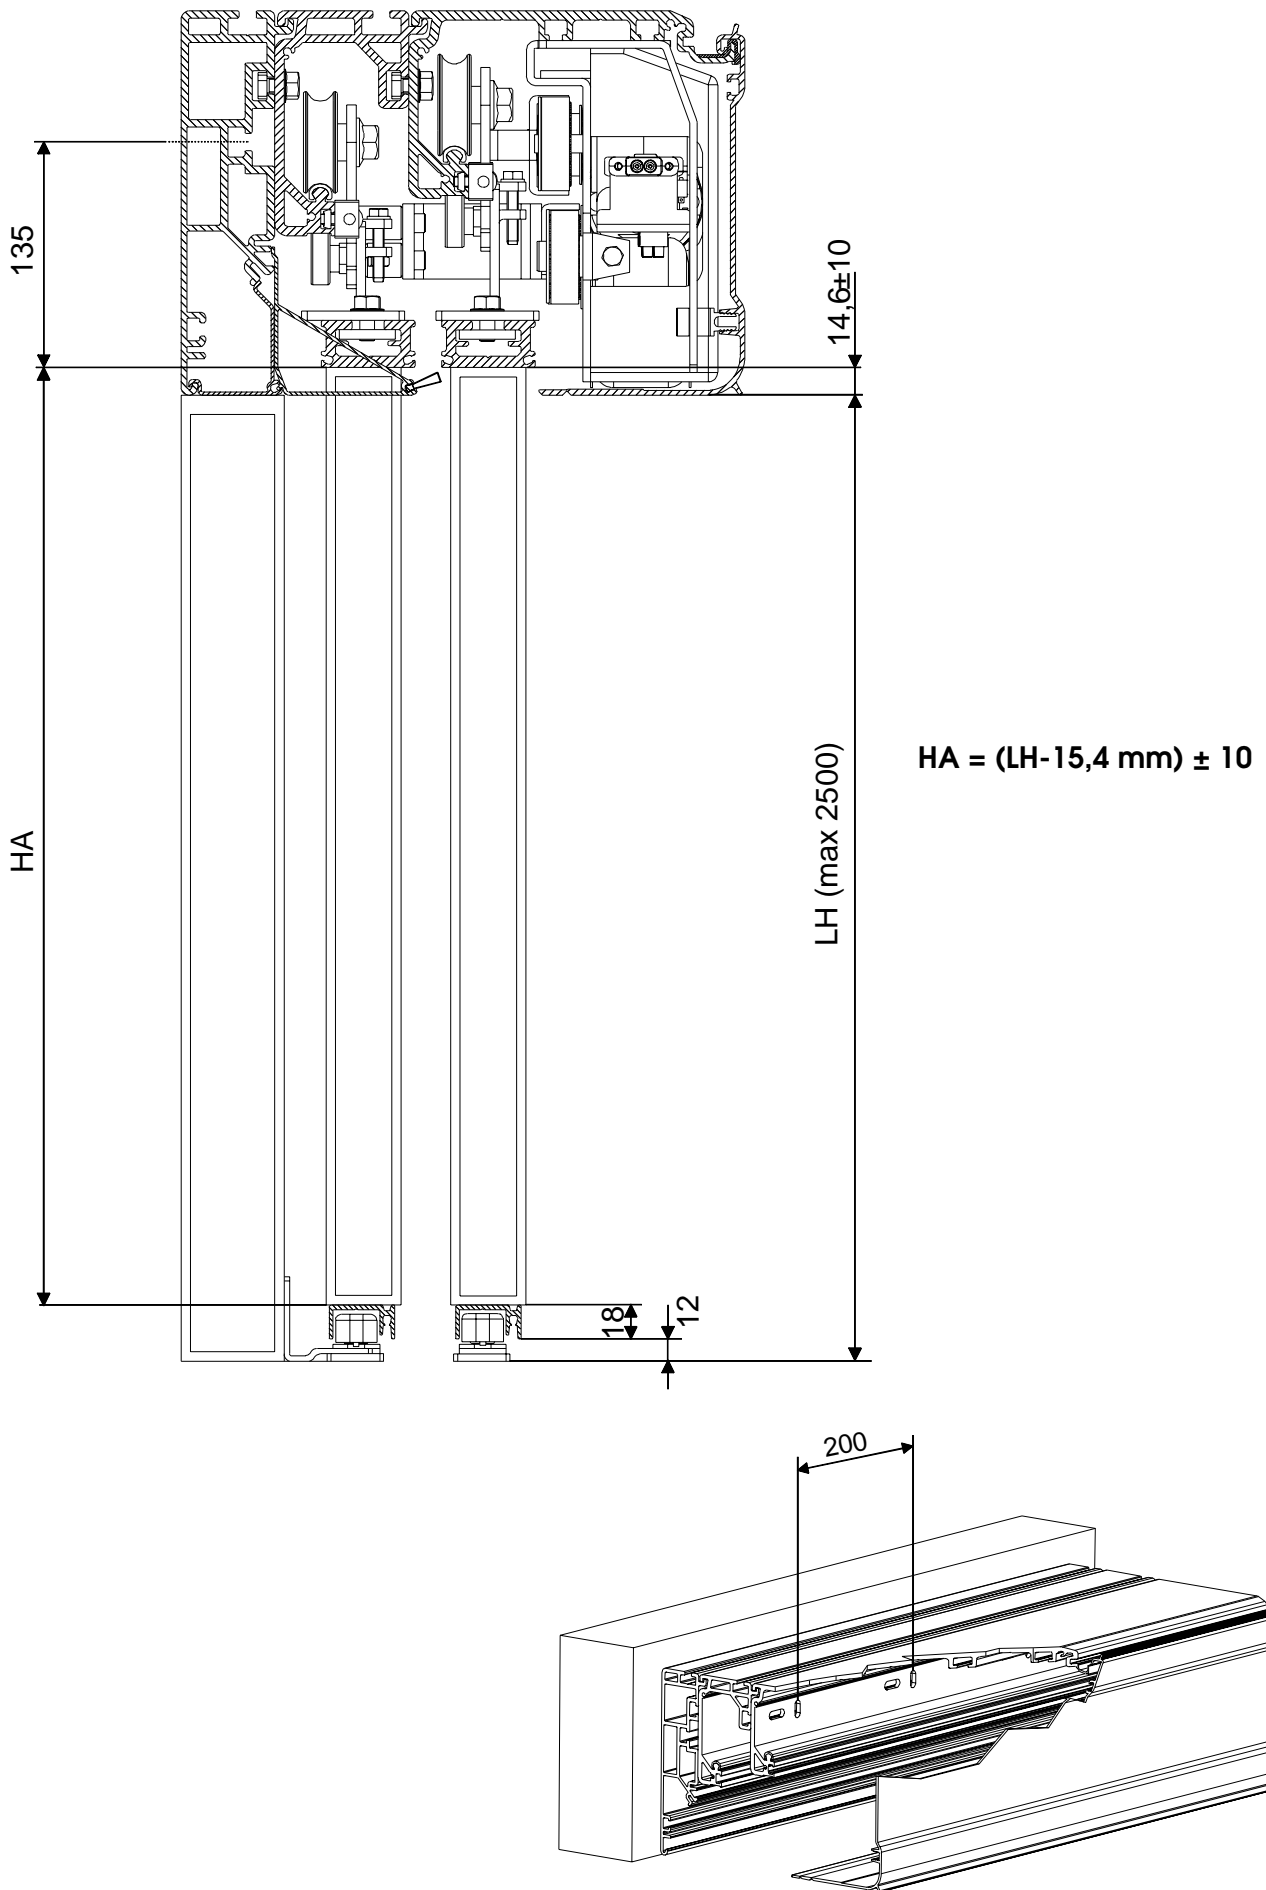

Fig. 8
•Stabilire l' esatta collocazione del profilo autoportante considerando gli ingombri di fig. 8. La traversa deve essere fissata parallela al pavimento.
•Fissare la traversa autoportante inizialmente in corrispondenza di un' asola verticale ad un' estremità, e di un' asola orizzontale all' altra estremità (utilizzando viti M8 e appositi tasselli) e livellare parallelamente al pavimento. Eseguire un fissaggio centrale sollevando con forza la traversa per allineare i tre punti di fissaggio. Procedere con i restanti fissaggi ogni 20 cm. nelle asole verticali come da fig. 8.